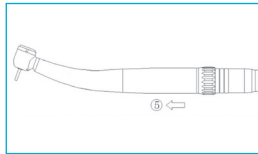

Fig. 6-3
Segure bem o acoplamento LED e puxe o dispositivo médico ao mesmo tempo que o roda ligeiramente (Fig. 6-3⑤).